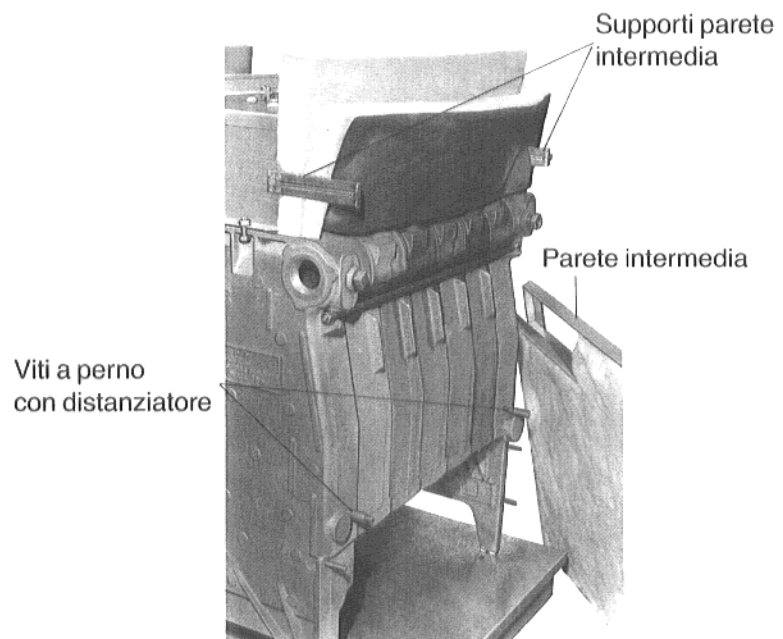

Fig. 31 – Figura esplicativa
- Porre l'**isolazione termica** fra i supporti della parete intermedia (Fig. 31).
- Porre la **parete intermedia** sulle viti a perno ed avvitarla con le viti autofilettanti (Fig. 31 e 32).